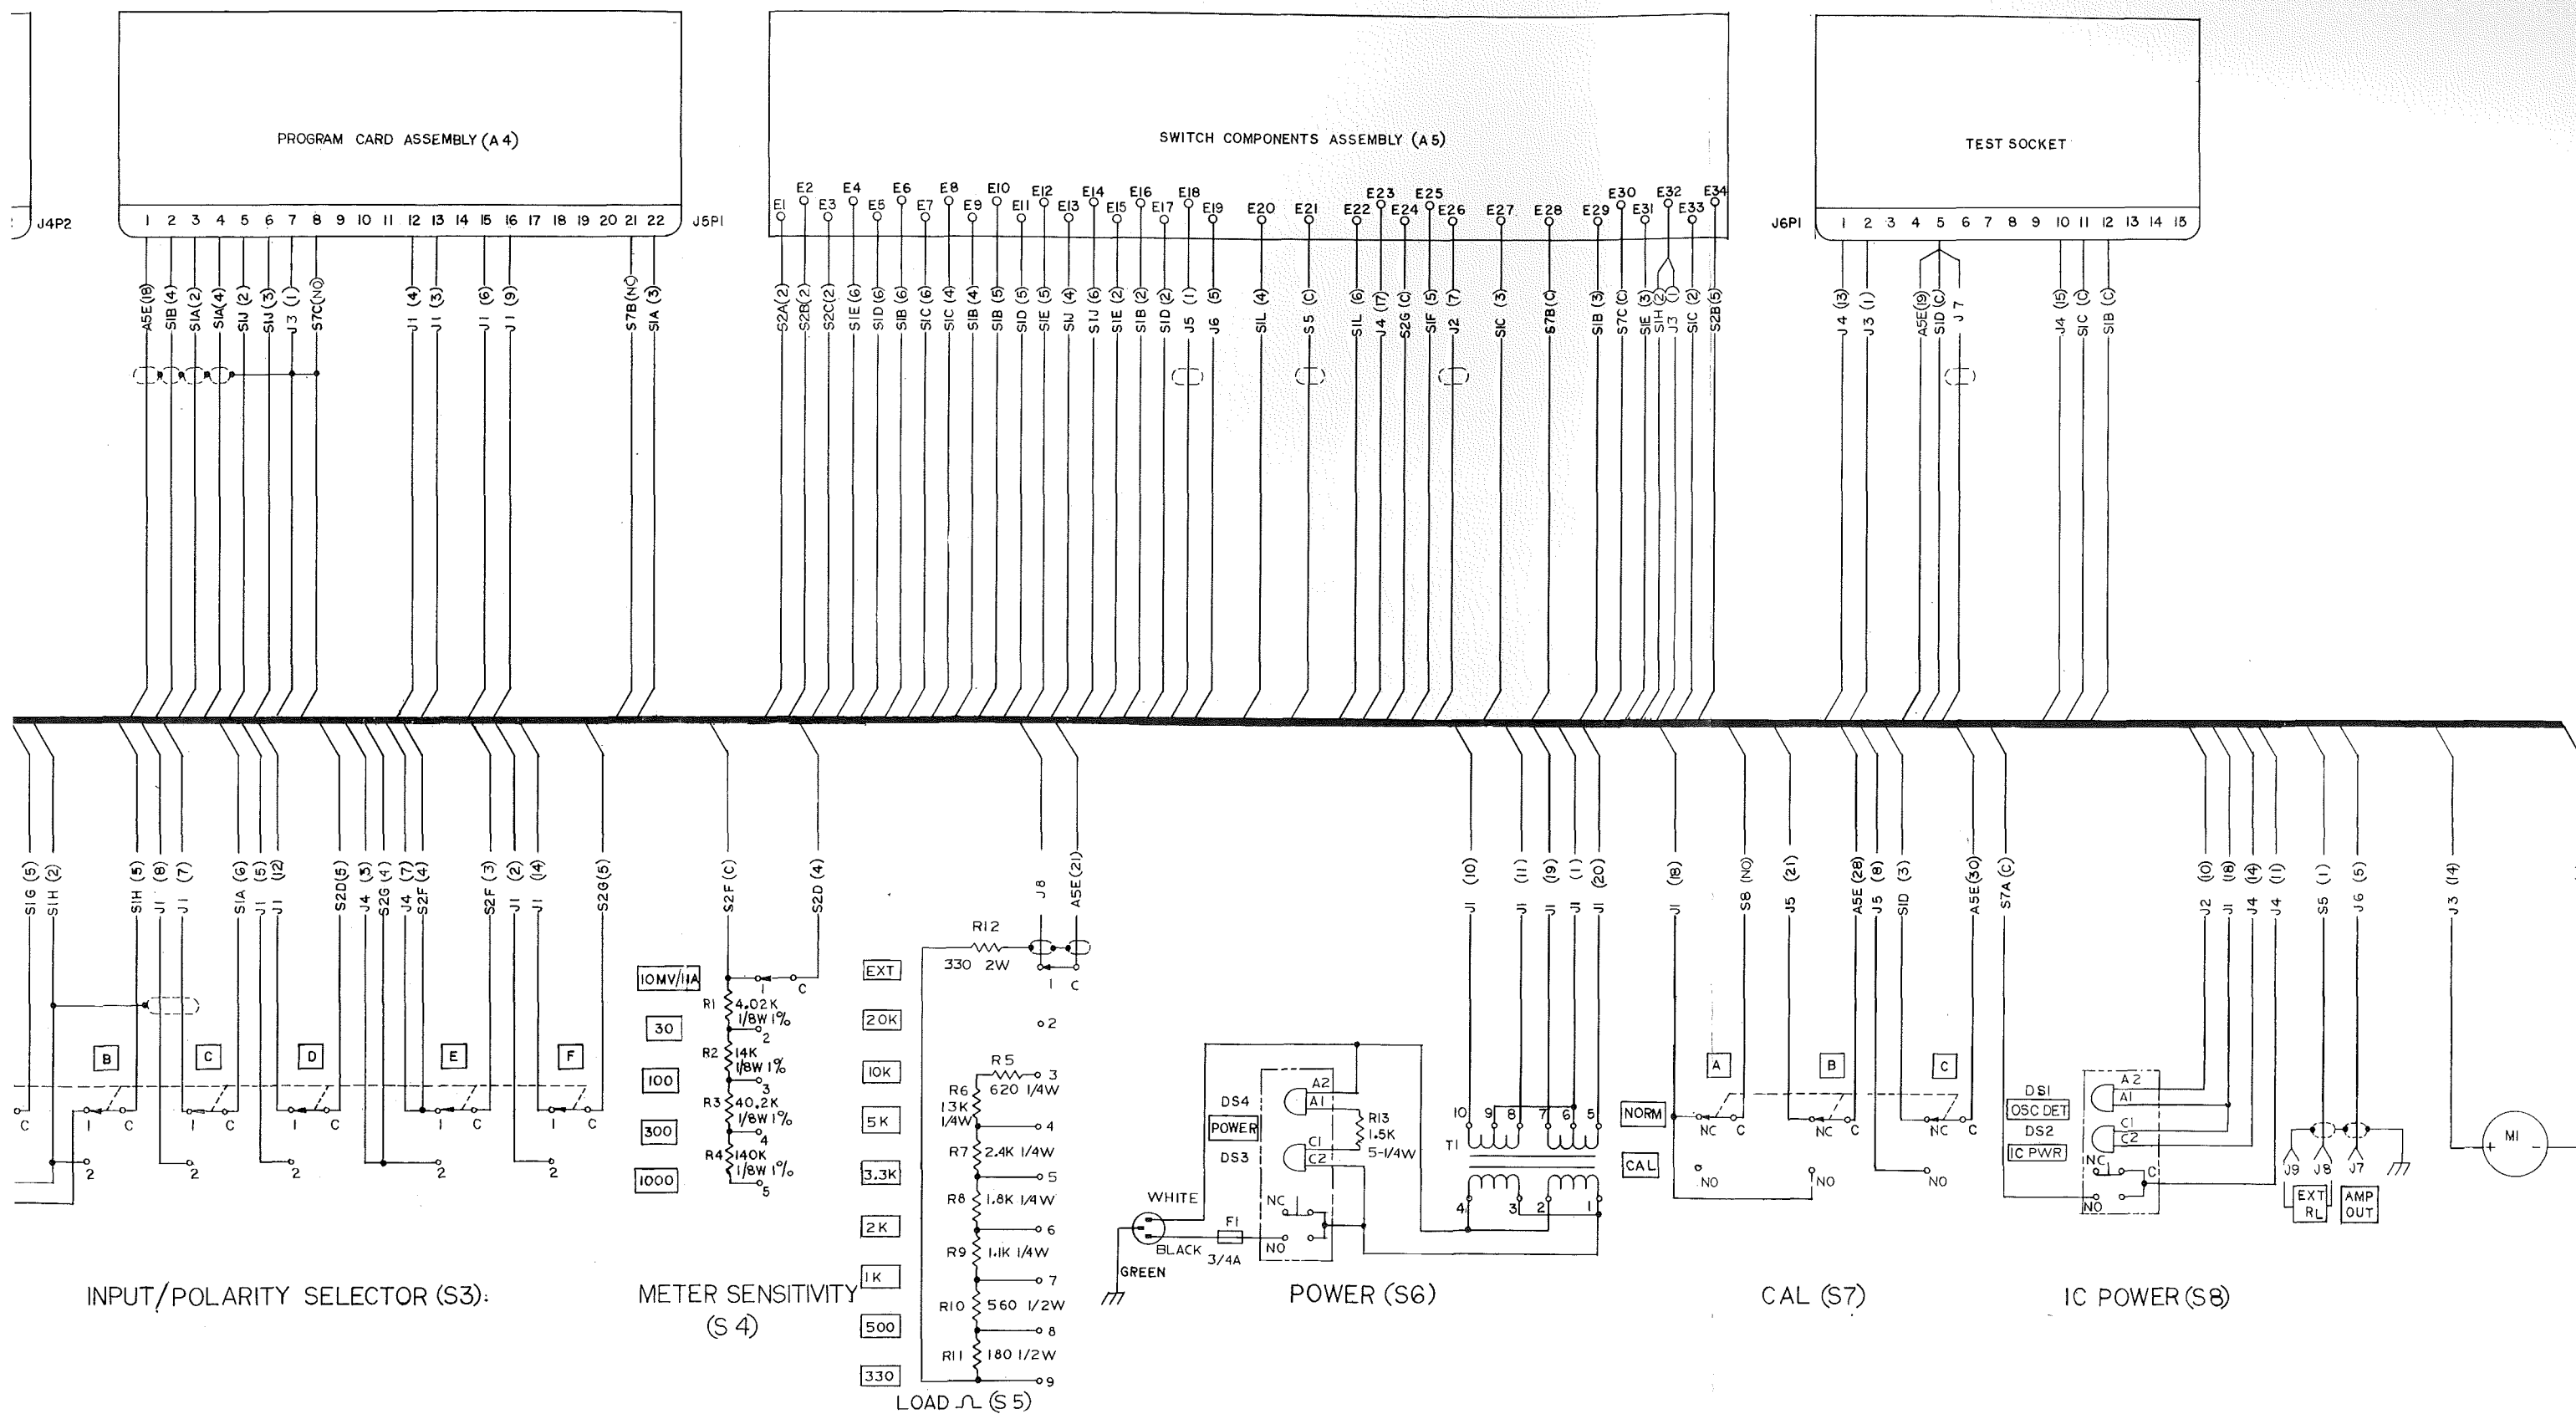

FIGURE 6-6
3. SHIELDED WIRE - SEE FIGURE 6-6 FOR SHIELDING INFORMATION.
4. CONNECT ALL  TO J1P1 (1).
3. SHIELDED WIRE - SEE FIGURE 6-6 FOR SHIELDING INFORMATION
4. CONNECT ALL +15V TO J2P1 (1)
4. CONNECT ALL +15V TO J3P1 (10).